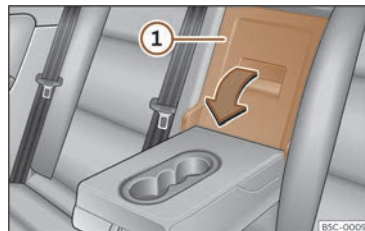

Fig. 190 Dans le dossier de la banquette arrière : ouverture de la trappe de chargement.
- Tirer sur le levier de déverrouillage dans le sens de la flèche et rabattez complètement le couvercle de la trappe de chargement >>> **fig. 190** ① vers l'avant.